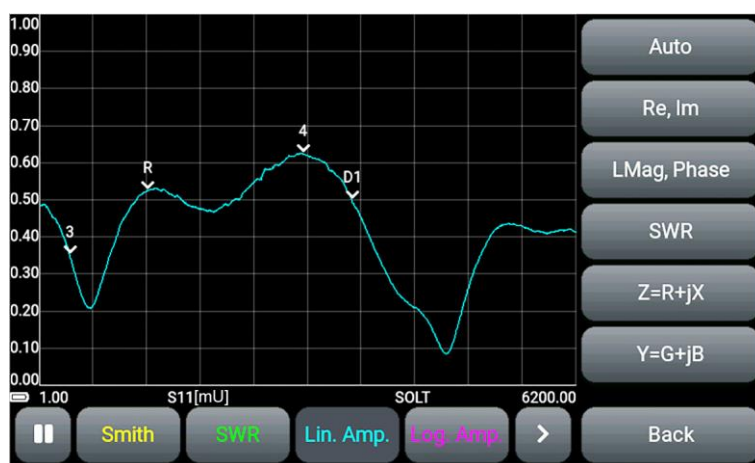

Рисунок 9.20 – Выбор типа отображаемой маркером величины
9.11.3. Настройте тип отображаемых маркером величин, нажав кнопку с типом отображаемой величины, выберите тип из списка (Рисунок 9.20). Кнопка **Back** – выход из списка.